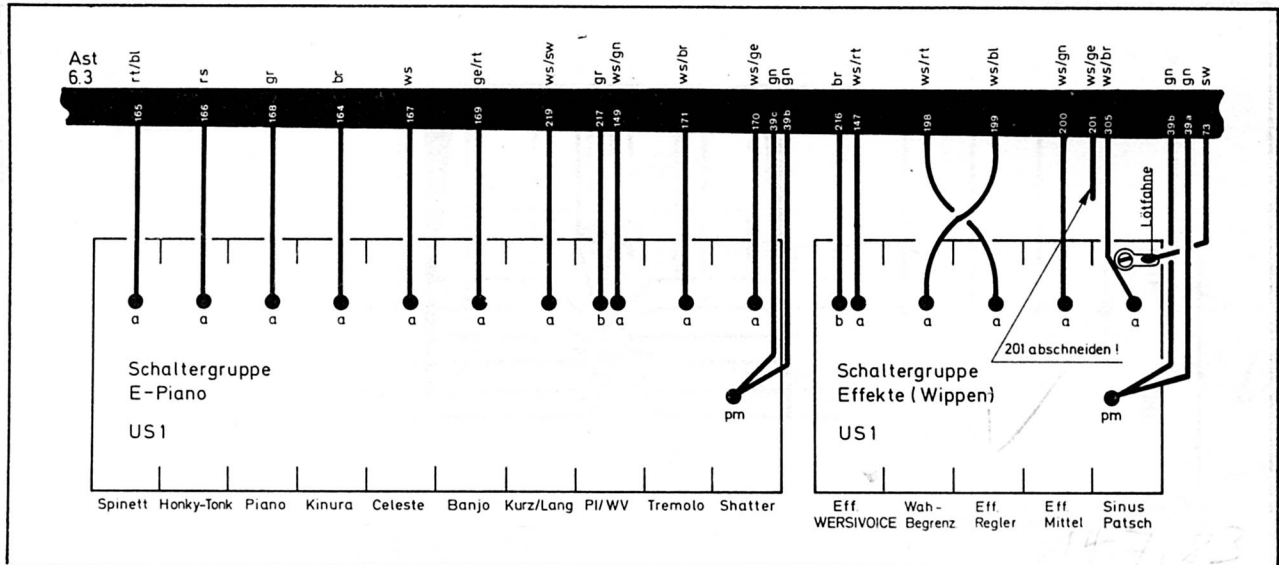

Abb. 75: Ast 6.3 an den Wippenschaltern Effekte und Piano
13. Den Ast 6.3 oberhalb der Wippenschaltergruppen "Effekte", "Piano", "Hall", "Wersivoice" und "Kanalschalter" an den Schalterplatinen US 1 bzw. S 2 K vorbeilegen und nach den Abb. 75 und 76 anlöten.
unterhalb der Effekte (Platine EF 2) vorbei bis zu den Festregistern OM und UM verlegen. (Abb. 75 bis 77). Keines der insgesamt 8 Buchsengehäuse (bei Verzicht auf den Patsch nur 7) aufstecken. Auch die beiden Toast-Stecker vorerst nicht an der Hallspirale einstecken.